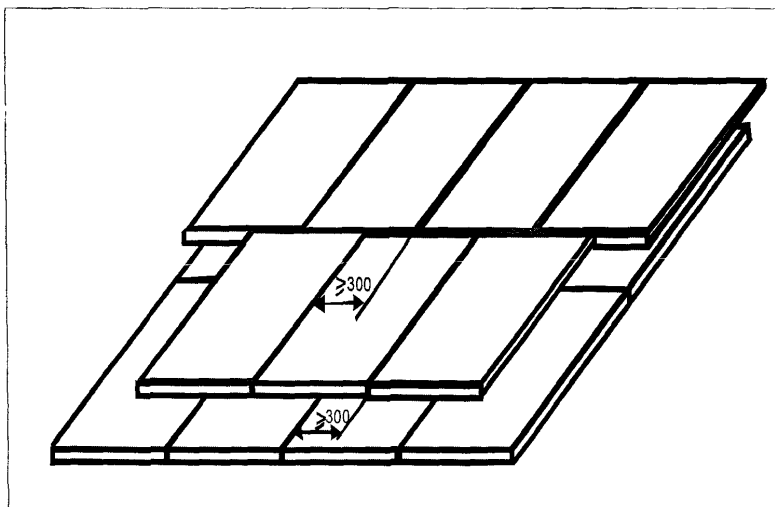

Рис. 1 Схема укладки тепло-звукоизолирующих пенополистирольных плит
**5.45** Керамзитовый песок рассыпают слоями с разравниванием рейкой по выставленным с помощью уровня профилям, начиная от стены, противоположной входу, и последующим уплотнением, а пенополистирольные плиты устанавливают насухо с обеспечением надёжного примыкания к основанию и плотности стыков между плитами. Не допускается образование перекрёстных швов пенополистирольных плит. При использовании двух и более слоёв совпадение швов по вертикали не допускается. В связи с этим рекомендуется укладка слоёв со смещением плит не менее чем на 300 мм в поперечном направлении (рис. 1).